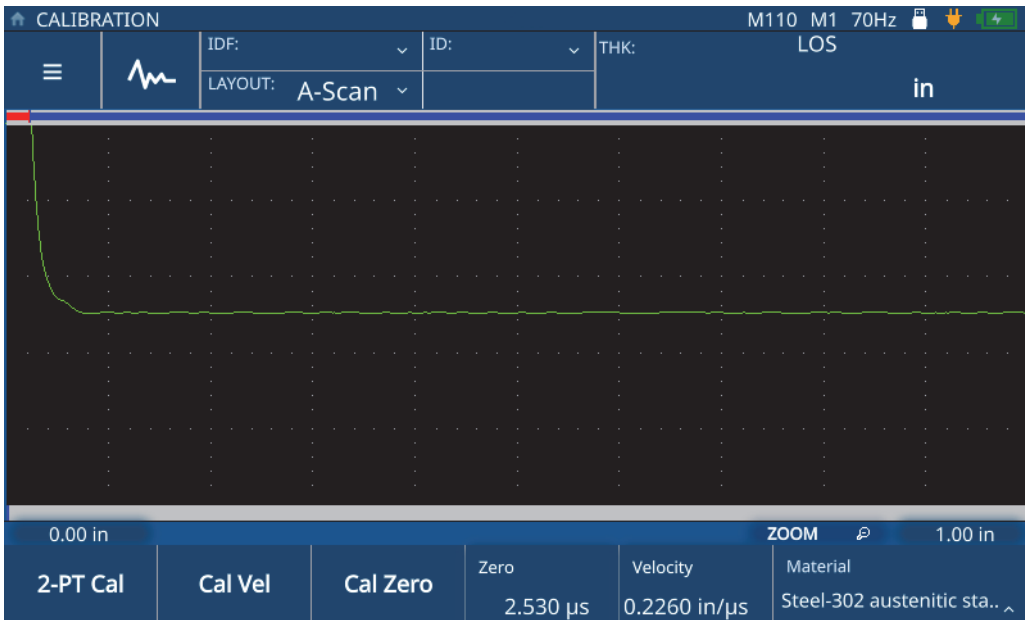

图 5-1 校准菜单
2. 按**CAL**（校准）键，打开校准菜单（参见第42页的图 5-1）。